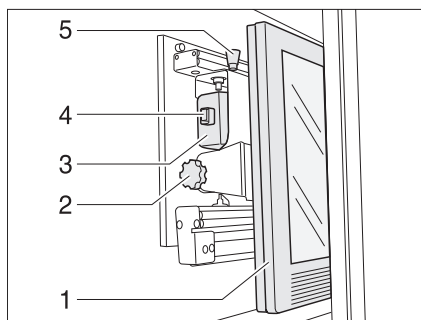

Fig. 83 Meuble télévision
- Appuyer sur le bouton de déverrouillage (Fig. 83,5) et tirer le support de l'écran plat jusqu'à la butée vers l'avant, à l'aide de la poignée (Fig. 83,4).
- Tirer le bouton de déverrouillage (Fig. 83,1) et faire pivoter l'écran plat (Fig. 83,2) dans la position souhaitée.
- Desserrer la vis moletée (Fig. 83,3).